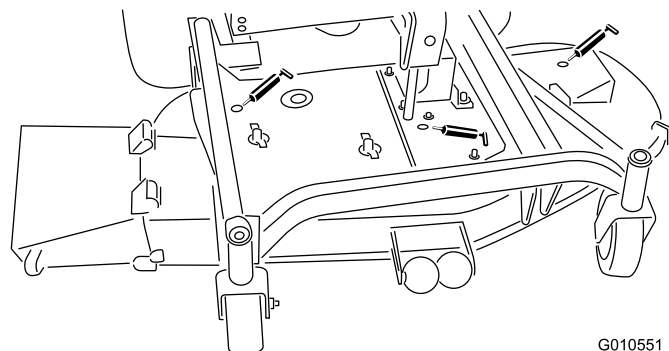

Figure 15
- roulements d'axes de lames (Figure 15)